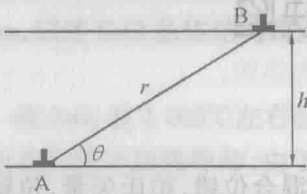

图 2-1
2.12 在相距 h 的两个滑移面上, 有柏氏矢量为 b 的两个位错线平行的正刃型位错 A 和 B, 如图 2-1 所示。若 A 位错的滑移受阻, 忽略派-纳力, B 位错需多大切应力才可滑移到 A 位错的正上方?